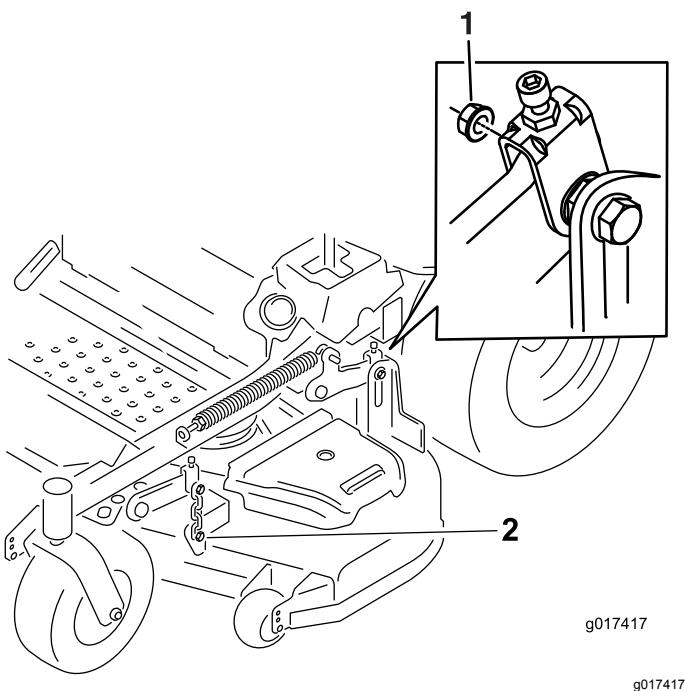

Figura 88
- Togliete e conservate il bullone di spallamento e il dado degli accessori di sollevamento del piatto di taglio posteriore e anteriore su entrambi i lati della macchina (Figura 88).